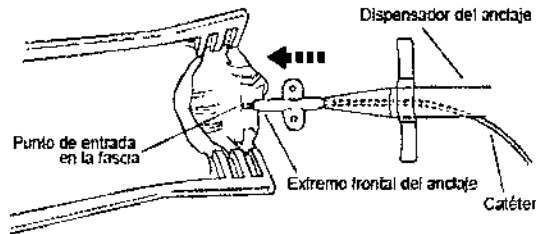

Figura 9. Extremo frontal del anclaje en contacto con la fascia.
20. Sujete con una mano una parte del catéter que haya salido por el dispensador del anclaje y, con la otra mano, utilice el dispensador para deslizar con cuidado el anclaje hacia el punto de entrada en la fascia. Continúe hasta que el extremo frontal del anclaje entre en contacto con el punto de entrada en la fascia (Figura 9). Tenga cuidado de no modificar la posición del catéter en la columna.